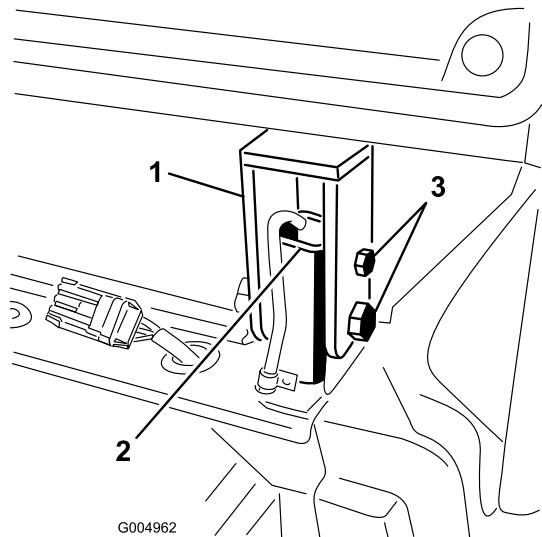

Figura 25
12. Apriete los pernos y las tuercas que sujetan los montajes traseros de la cabina a los postes del ROPS (Figura 25). Ajuste el gato si los pernos se trapan y son difíciles de retirar.